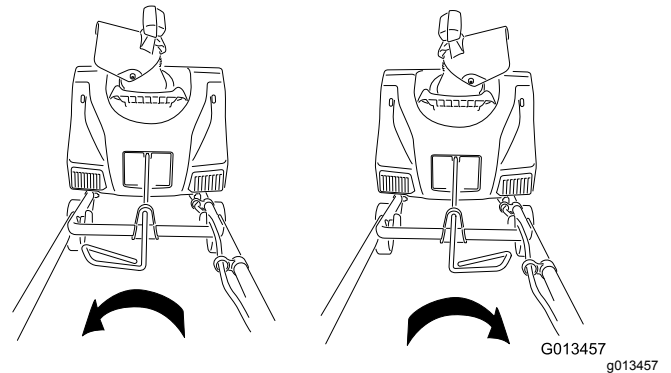

**Figure 6**
4. Vérifiez que la poignée de la tige d'orientation de la goulotte est dirigée vers le haut (**Figure 6**) et insérez la tige dans le trou de clavette au dos du carter.
Pour régler la goulotte, déplacez la poignée de la tige d'orientation dans la direction d'éjection de la neige recherchée (Figure 6 et Figure 7).